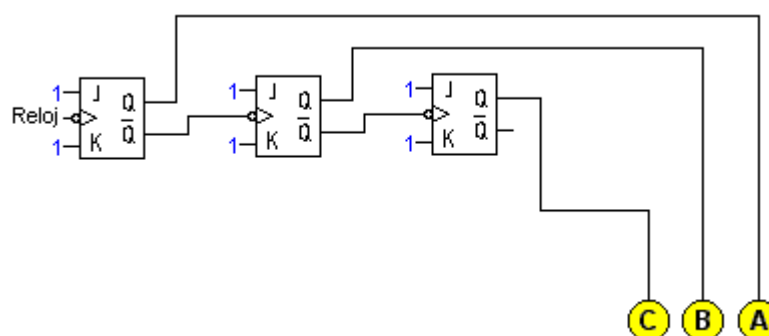

Figura 9: Contador de rizado descendente de 3 bits
Esta diseñado similarmente a los demás contadores, con la diferencia que este trae en los flip-flops una salida negada (1), la cual da el pulso contrario a la salida normal (Q), es decir, cuando Q es positivo, 1 es negativo. Esta salida 1 es la que va a ir conectada a la entrada de reloj (CLR) de los otros flip-flops, de resto todas las conexiones son iguales como se muestra en la figura 9.